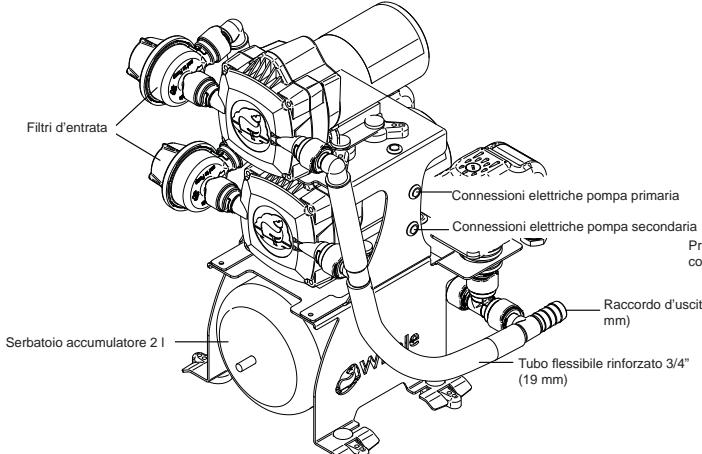
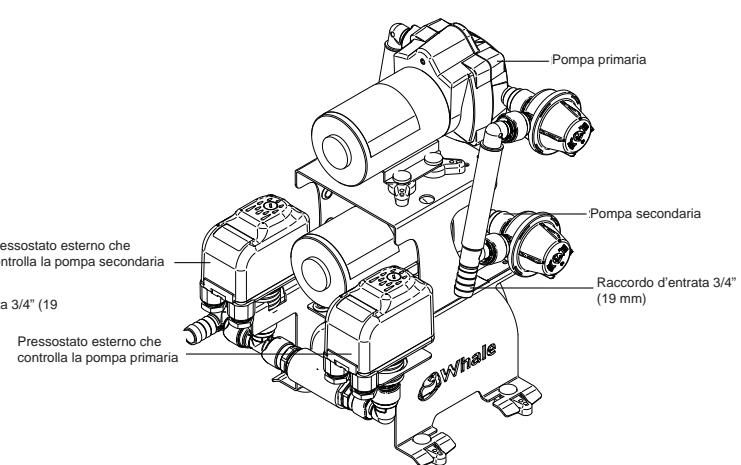

Figura 1a – Componenti del prodotto, vista 1
Figura 1b – Componenti del prodotto, vista 2
3. Per l'installatore	Figura 1A Figura 1B